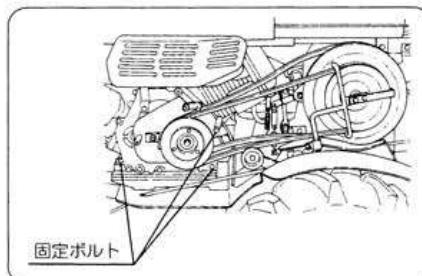

図41B
- ⑥ ベルトの摩耗が著しいときや破損しているときは、ベルトを交換してください。交換するときは、LA-40 2本 LB-38 1本を同時に交換してください。(図41B)
- ⑦ 調整が終わったらエンジンの固定ボルトを確実に締付け、ベルトカバーを必ず取付けてください。